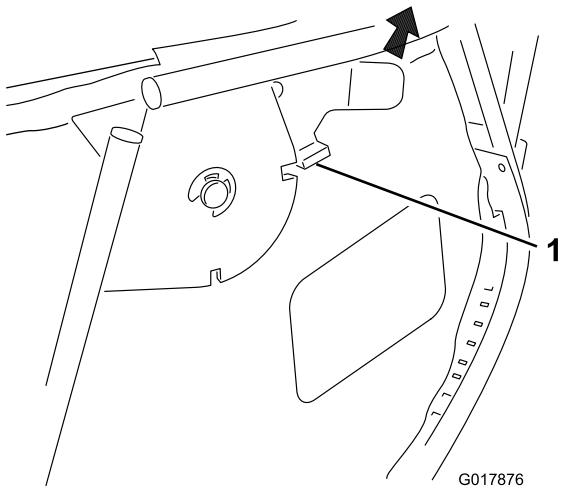

Bild 16
- Lösen Sie den Sperrriegel (Bild 16).